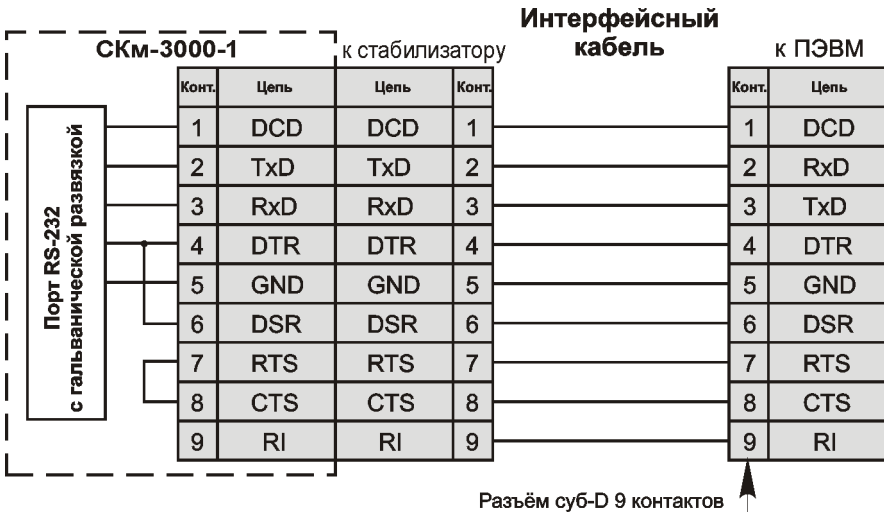

Рисунок 6 – Схема электрическая соединения стабилизатора с ПЭВМ
8.1.1 На передней панели стабилизатора имеется 9-ти контактный суб-D разъем коммуникационного порта с гальванической развязкой, транслирующий сигналы интерфейса **RS-232**. Подключение стабилизатора к ПЭВМ производится в соответствии со схемой электрической (рисунок 6) интерфейсным кабелем. Дистанционный контроль и управление стабилизатором в этом случае осуществляются с помощью установленного на ПЭВМ ПО **Power Agent II** (см. документацию на ПО).